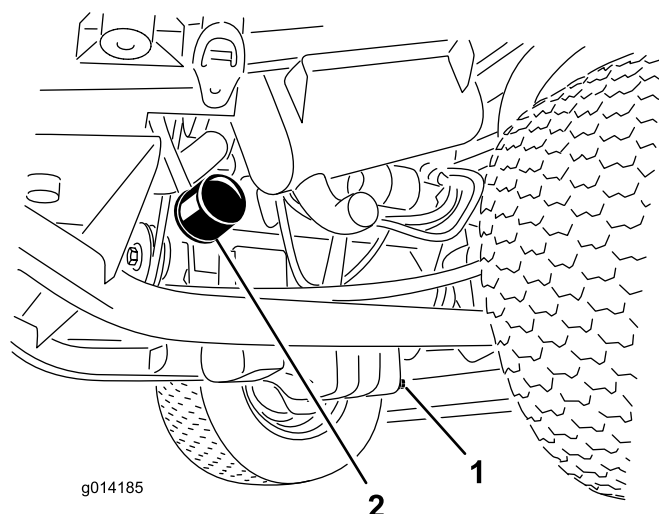

Figura 32
1. Retire el tapón de vaciado (Figura 32) y deje fluir el aceite a un recipiente apropiado.
3. Retire el filtro de aceite (Figura 32).